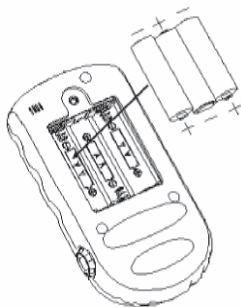

Figura 2-2
- Se si utilizzano batterie alcaline AA (non ricaricabili), inserirne tre nel vano batterie, prestando attenzione alla polarità, come da Figura 2-2.